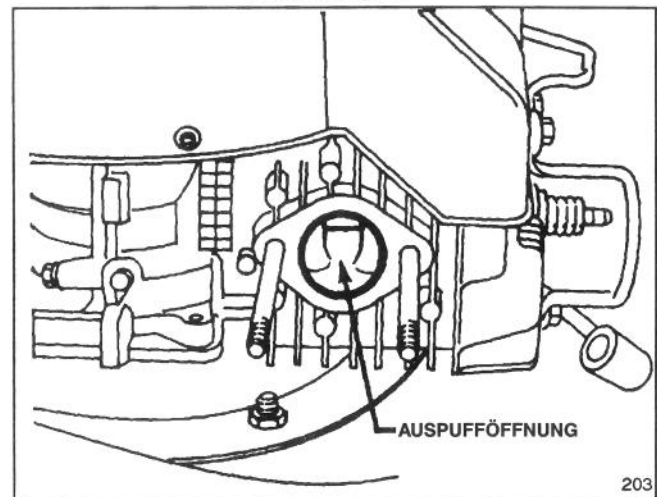

Abbildung 14
3. Zündkabel aus der Zündkerze ziehen. Langsam Seilstarter ziehen, bis Kolben Auspufföffnung verdeckt (Abb. 14).
4. Kohlenstoffrückstände rundum die Auspufföffnung (Abb. 14) mittels Hartholzschaaber säubern.